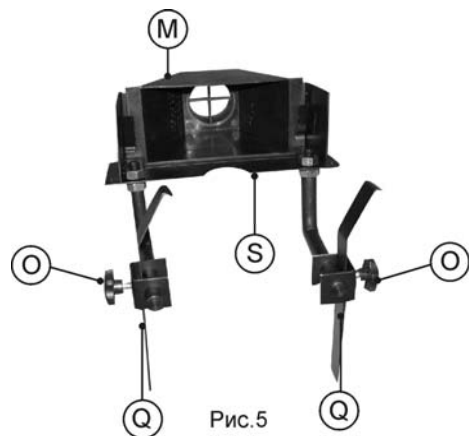
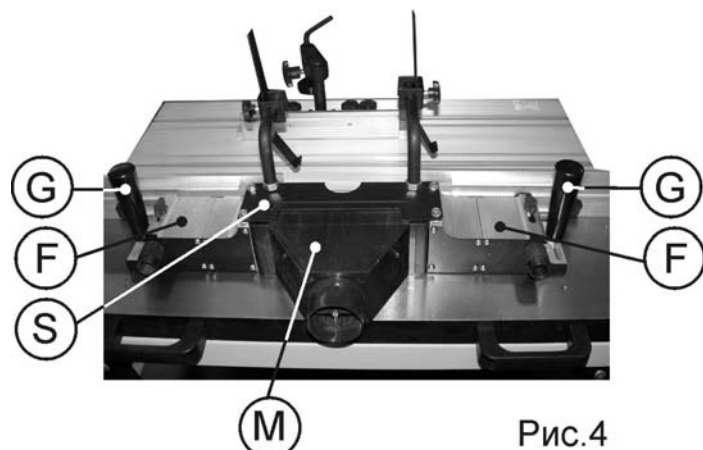

Рис.5
Рис.4
6.3.3. На рабочем столе (А) установите и закрепите, используя две ручки (G) и шайбы (H), две опоры (F), Рис.4.
6.3.4. На кронштейне (S) закрепите две стойки (P), Рис.5.
6.3.5. На стойке (P), используя винты фиксации (O), установите планки (Q), Рис.5.
6.3.6. Патрубок пылесборника (M) вставьте в пружинный захват кронштейна (S), Рис.5.
6.3.7. Собранный узел, Рис.5, установите на две опоры (F) и закрепите, как показано на Рис.4.